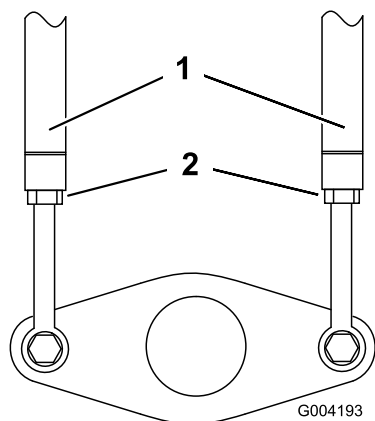

Figura 69
3. Afloje las contratueras de las varillas de tracción, debajo del panel de control (Figura 69).